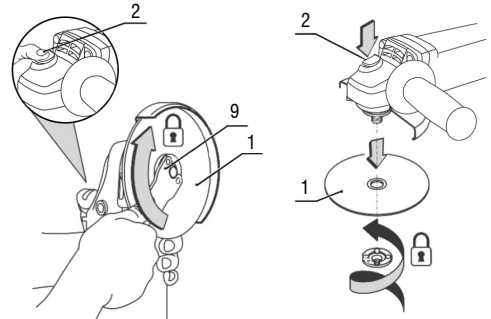

Fig. 7 – Substituição do disco
- Pressione o botão trava do eixo (2);
- Solte a porca com a chave (9);
- Retire o disco (1), Fig. 7;